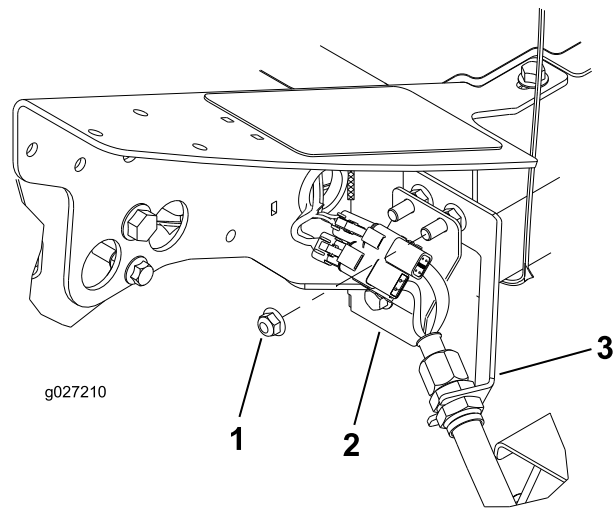

図 12
1. フレームの左前コーナー 4 番カッピングユニットの位置の、バルクヘッドブラケットをマシンに固定しているボルトについている余分のフランジヘッドナットを取り外す 図 12。
3. バルクヘッド取り付けボルトにコネクタプレートを通す。コネクタは 図 12 に示すように通す。